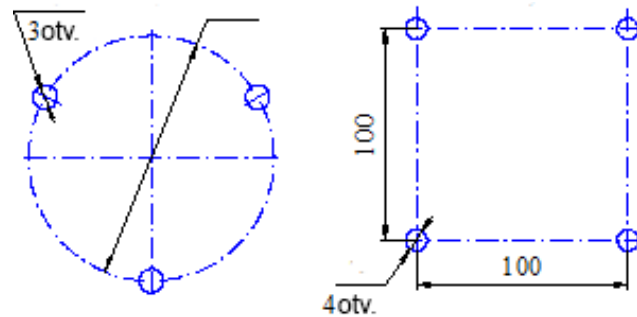
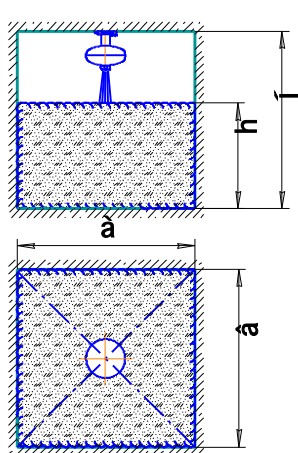
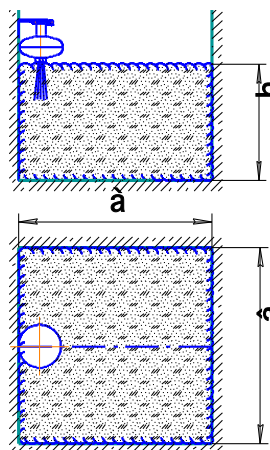

Bild 3
Bild 4
Bild 5
6.2 Die Aufhängung 8 kann unter der Decke (Bild 1) oder die Aufhängung 9 (Bild 2) kann an der Wand angebracht werden. Bitte markieren Sie die Stellen für die Befestigung der Aufhängung wie auf dem (Bild 3) und an der Wand gem. (Bild 4) dargestellt.
6.6 Die Konfiguration der Pulverausbreitung und die Darstellung der Löschflächen bei der Deckenbefestigung ist auf Bild 4 und den Tabellen 2 und 3, bei der Wandbefestigung auf Bild 5 und in der Tabelle 4 dargestellt.